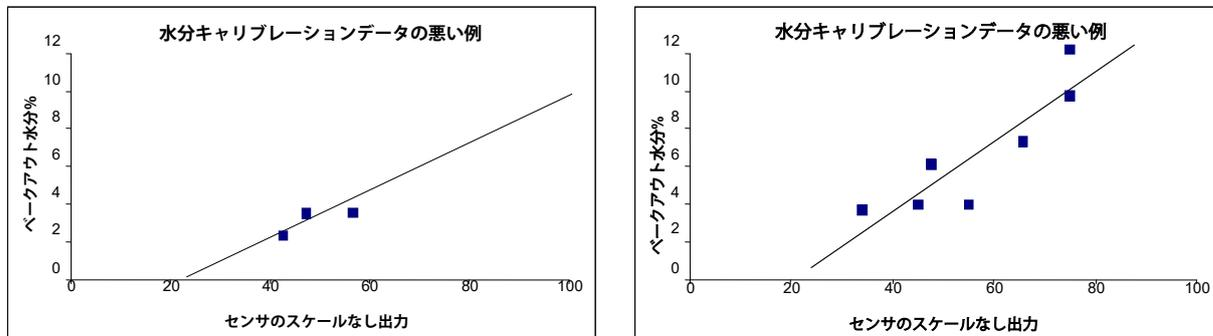

図 18: 悪い材料キャリブレーション点の例
- ほぼ同じ含水率のサンプル群を取得している（図 18 の左）。広い範囲のサンプルを取る必要があります。
- 図 18（右）のキャリブレーショングラフのように、読み取り値に大きな開きがある。信頼性や一貫性がない方法でオープン乾燥用のサンプルを採取したか、センサの位置が悪く、センサの上を十分な量の材料が流れていなかったと考えられます。